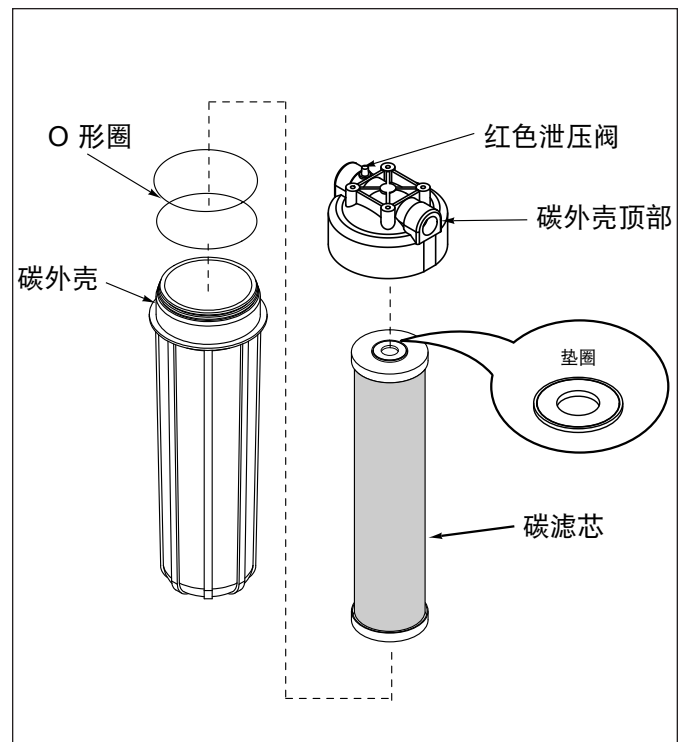

图 9. 活性炭滤芯
4. 移除超滤外壳上任一末端的卡环。（图 9）
7. 移除超滤外壳上的端盖（图 9）。